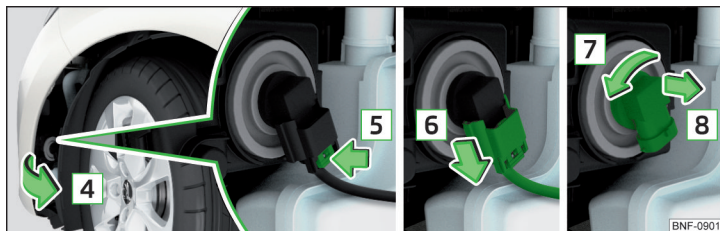

Fig. 179 Udskiftning af pære
- Klap hjulkassebeklædningen op i pilens retning **4** » Fig. 179.